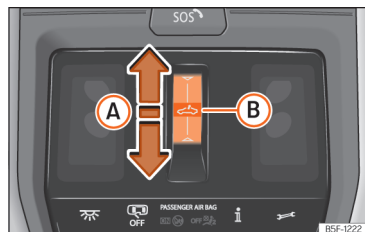

Fig. 85 En el revestiment interior del sostre: tecla del sostre de vidre.
- **Moviment automàtic:** feu lliscar el dit cap enrere sobre l'àrea funcional >>> **fig. 85 A**.
nal ➡ fig. 85 A i mantingueu-la pressio-